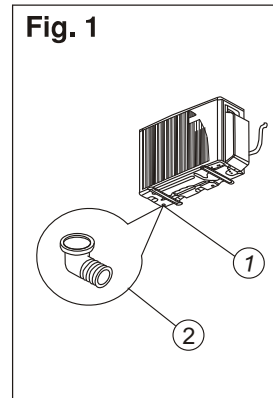

Fig. 2
7. Una vez que la unidad esté instalada en una pared, instale el codo de drenaje de condensados. véase las fig. 1 y fig.2.